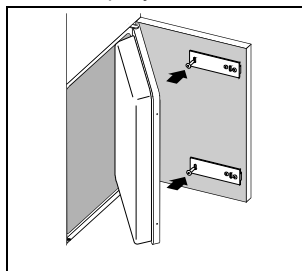

рисунок 4
- Фиксаторы закрепите также другими винтами и следите, чтобы при этом они не сдвигались с места (рисунок 4).